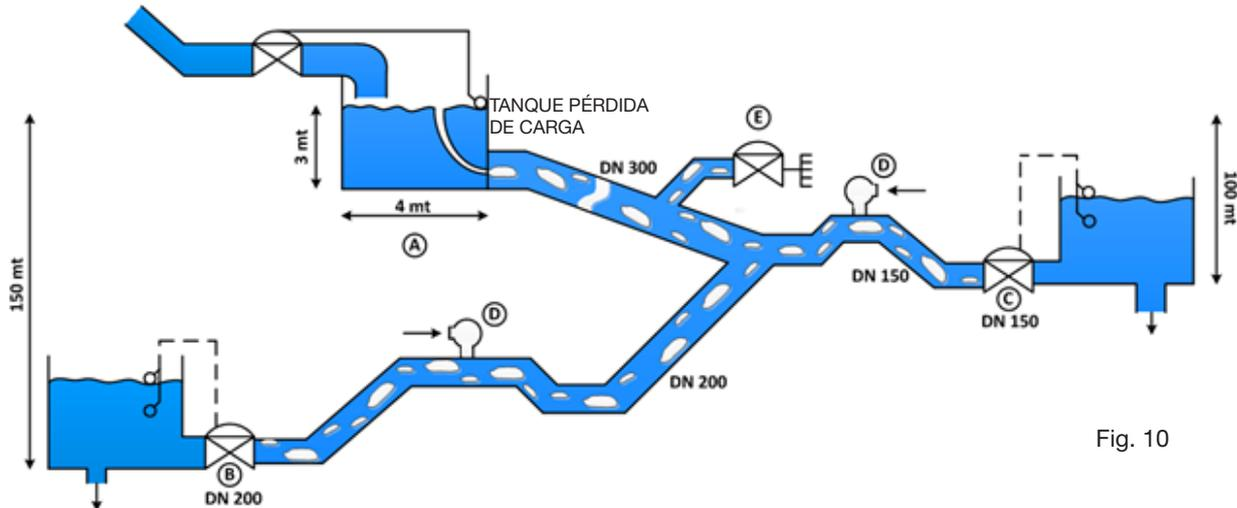

Fig. 10
La Fig. 10 muestra un ejemplo de un sistema de distribución de agua con válvulas de control de nivel de tamaño incorrecto en los depósitos.
1) Dimensionar correctamente la válvula, incluir cilindro anti-cavitación para limitar la velocidad máxima a 2m/s: Válvula DN80 de paso total (Ejemplo: Válvula C de la Fig.10)
2) Dimensionar correctamente la válvula con un piloto especial y un difusor de tamaño adecuado para limitar la velocidad máxima a 2 m/s: Válvula DN80 de paso reducido (Ejemplo: Válvula C de la Fig. 10)